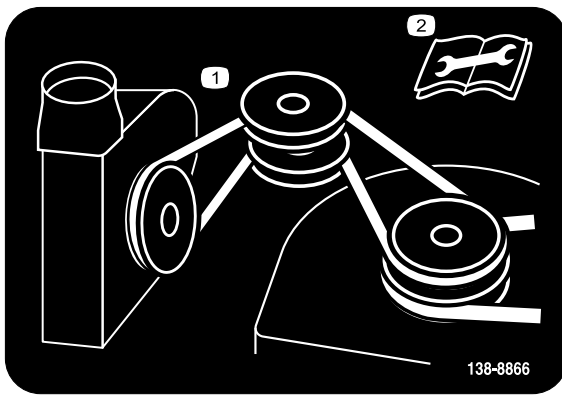

図 27
8. 図 27 のように、ベルトをブローアとアイドラプーリに取り付ける。ベルトをブローアのプーリのV溝に